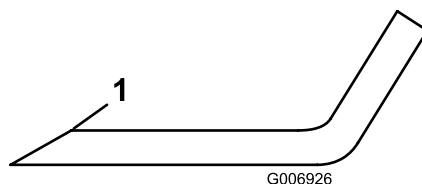

Figure 35
- Au moyen d'une lime, aiguisiez les tranchants aux deux extrémités de chaque lame (Figure 35). en veillant à conserver l'angle de coupe d'origine. Limez